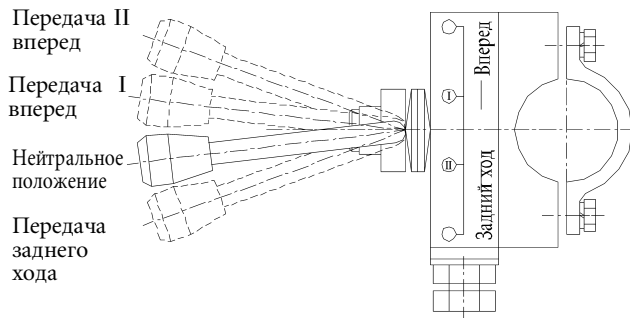

Рис. 1-28 Схема положений управления перемены передач
1.5.3 Управление перемены передач (рис. 1-28, 1-29, 1-28А, 1-29А)